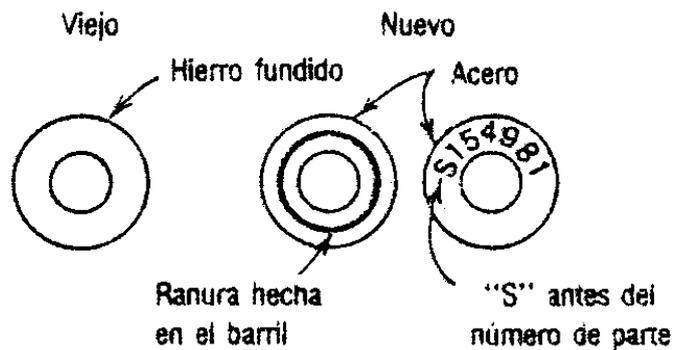

FIGURA 2.23 IDENTIFICACIÓN DEL BARRIL DEL AFC
41. Lubricar e instale el émbolo AFC con resorte y fuelle en el barril AFC. Este barril se puede identificar des dos maneras: ya sea por una ranura cortada alrededor de la parte superior del barril, o bien mediante una S antes del número de partes ¹²(figura 2.23).